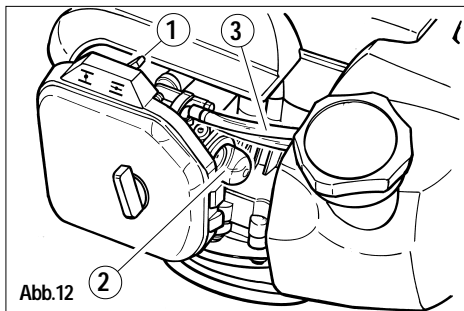

Abb.12
- 3) Stellen Sie den Lufthebel rechts an der Luftfilterabdeckung (Abb. 12 Teil 1) in die Position .
- 4) Den Primerwulstknopf (Abb. 12 Teil 2) wiederholt
tief drücken, bis der Kraftstoff über den zweiten transparenten Schlauch in den Behälter zurückkehrt (Abb. 12 Teil 3).
8) Stellen Sie den Lufthebel zurück |ϕ| (Abb. 12 Teil 1).